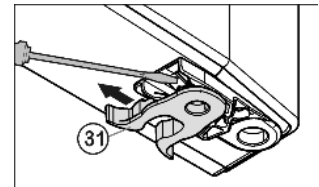

Fig. 7
- ▶ Veerklem Fig. 7 (31) verplaatsen: Sluitnok omlaag drukken, veerklem eroverheen eraf trekken.